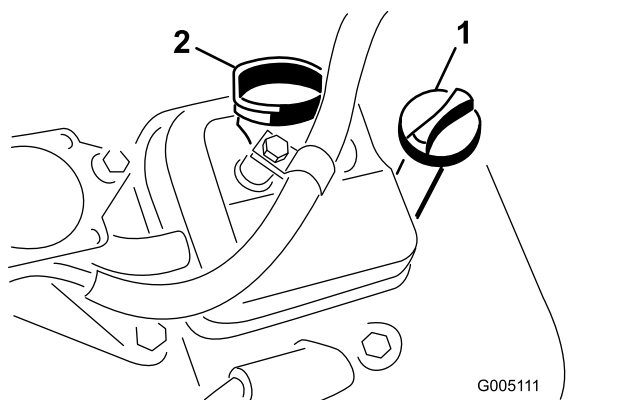

Figura 27
3. Avvitare l'asta di livello nel tubo e assicuratevi che sia inserita a fondo. (Figura 27).